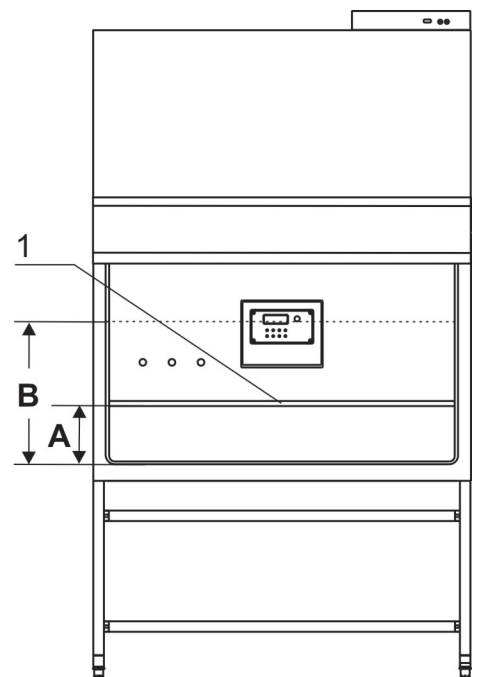

Fig. 6b
- **Fig. 6b:** La tapa frontal desplazable eléctricamente [1], hecha de cristal de seguridad de varias capas, está integrada en el marco de la trampilla frontal. Se puede desplazar hacia arriba hasta una altura máxima **B** (480 mm). Para acceder al recinto de pruebas durante el proceso de trabajo, la tapa frontal se tiene que desplazar a una posición de trabajo con altura de orificio **A** (200 mm).